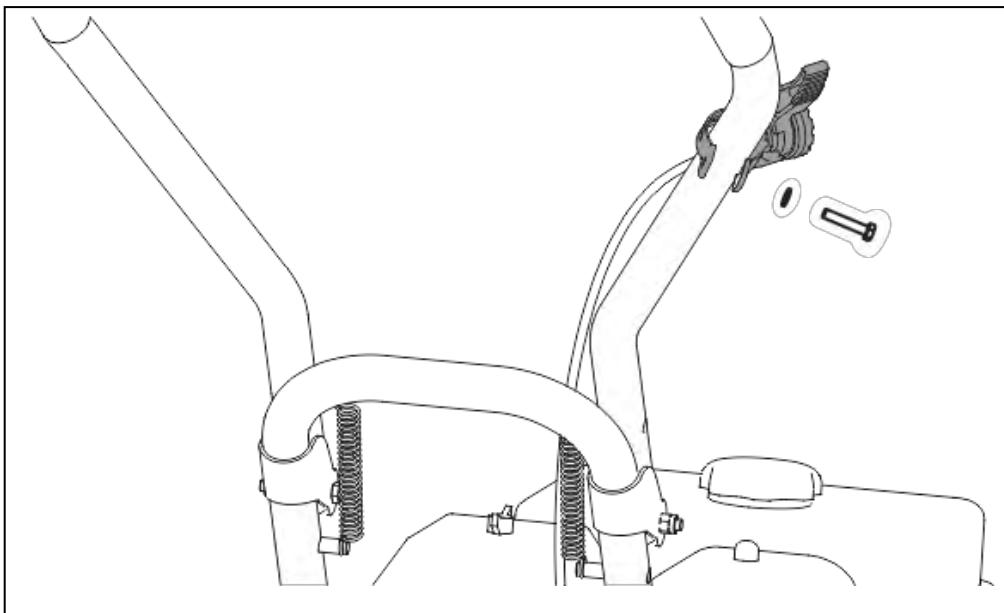

Рис. 4. Установка рычага газа.
3. Далее необходимо установить рычаг газа на верхнюю часть рабочей рукоятки. Выкрутите из кронштейна рычага газа винт крепления и вставьте его в шайбу. Закрепите рычаг газа на верхней части рабочей рукоятки (Рис. 4 ).